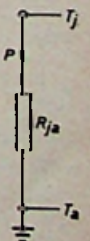

Fig. 1c
In overeenstemming met (5) kan het elektrisch analogon uit fig. 1c nu opnieuw worden getekend tot figuur 2. Hieruit kunnen enkele nieuwe formules worden afgeleid. Alzo voldoet de temperatuur van het omhulsel T_b (ook soms door T_{mb} of T_c genoteerd) aan de betrekking